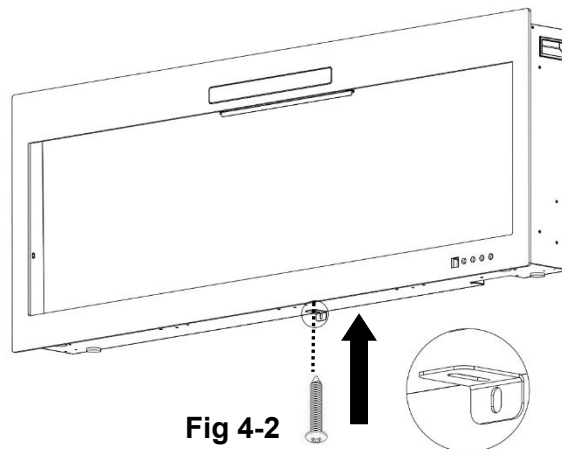

Fig 4-2
B. A l'aide de la vis retirée précédemment, fixez le support en L (fourni) au bas de la boîte à feu. (**Fig 4-2**)